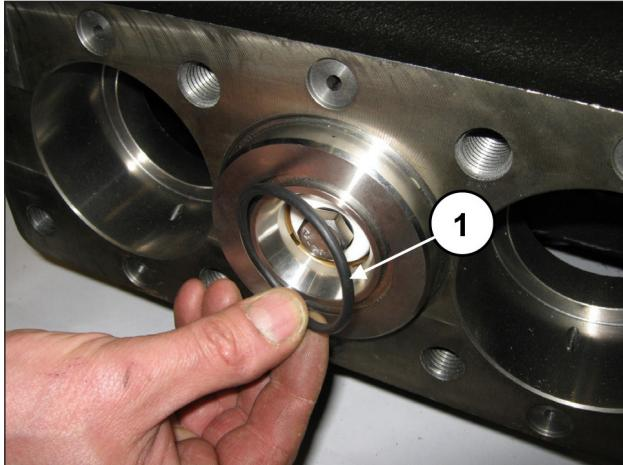
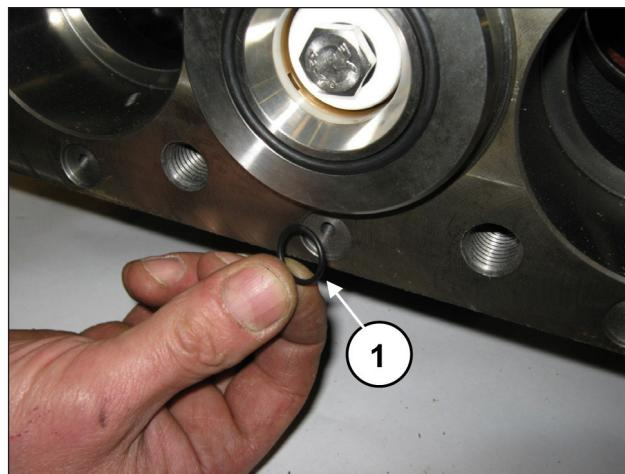

Fig. 189
Fig. 190
Monter le joint torique frontal de la chemise (rep. ①, Fig. 189) et le joint torique de l'orifice de recirculation (rep. ①, Fig. 190).